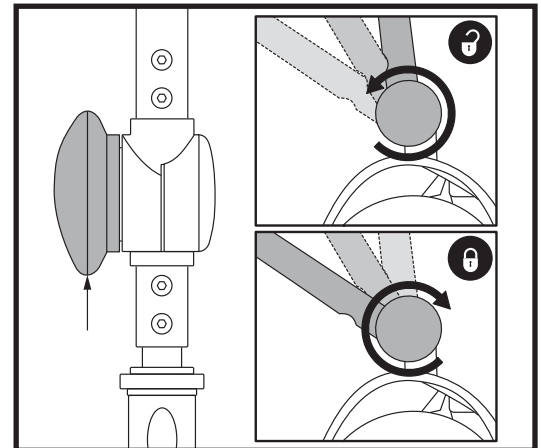

Abb. 10. Lenker Einstellung
1. Während Sie den Lenker festhalten, drehen Sie den Lenkersicherungshebel im Uhrzeigersinn, um den Lenker zu lösen. **Siehe Abb. 10.**
1. Wenn Sie den Sitz und das Batterie-Pack entfernt haben können Sie mit der Trennung der Antriebseinheit vom Forderrahmen beginnen. Zunächst klappen Sie den Lenker ein. **Siehe Abb. 10.**